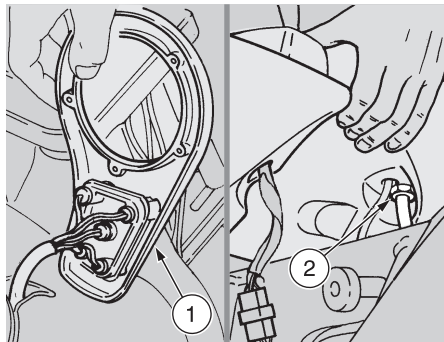

Fig. 54
- ◆ Levante el bloque indicadores (1-Fig. 54).
- ◆ Desenrosque la tuerca (2-Fig. 54) que bloquea el cuentakilómetros, sosteniéndola para que no se caiga.